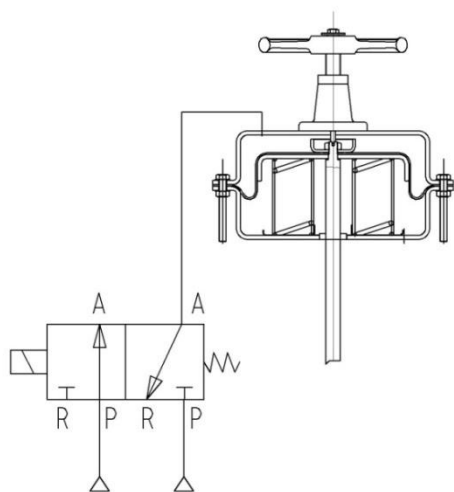

图15
- 初始状态：电磁阀为常闭电磁阀，处于失电状态，气动薄膜驱动部的推杆由弹簧作用下停在上位，见图15；
- 失电状态：电磁阀失电，电磁阀A口与R口通，薄膜气室通过电磁阀放气，推杆在弹簧作用下回到上位，见图15。